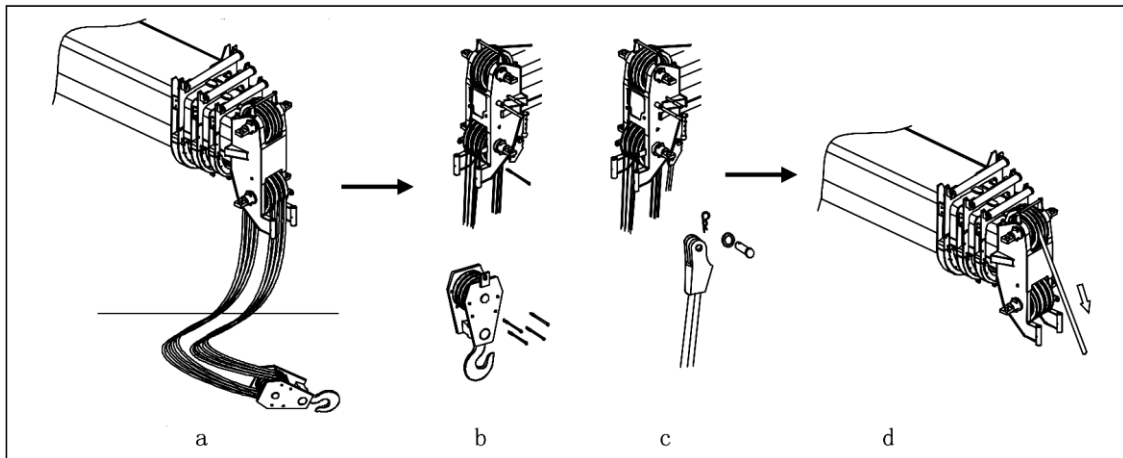

Fig. 06 – 44
- Retraia a lança completamente e a mova para a lateral ou a parte traseira do guindaste. Consulte a Fig. 06 – 44.